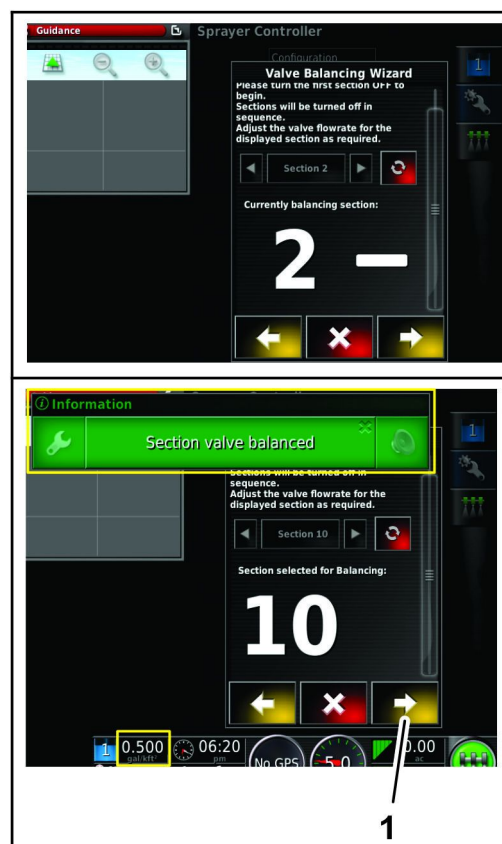

Figura 149
8. Repita os itens 6 a 7 para as válvulas de secção 2 a 10 (Figura 149).
9. Ao concluir o equilíbrio de todas as válvulas de secção, pressione o ícone Avançar (Figura 149).